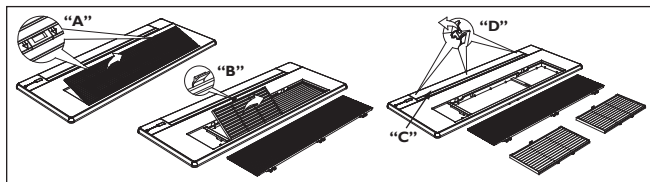

FIG. 44
- Pressione na direção indicada pela seta na grade ("A" - Fig. 44) para destravar o encaixe e remover a grade de proteção.
- Pressione então o encaixe ("B" - Fig. 44) para remover o filtro.
- Com cuidado abra o defletor de ar ("C" - Fig. 44) e remova as três tampas ocultas dos parafusos ("D" - Fig. 44).